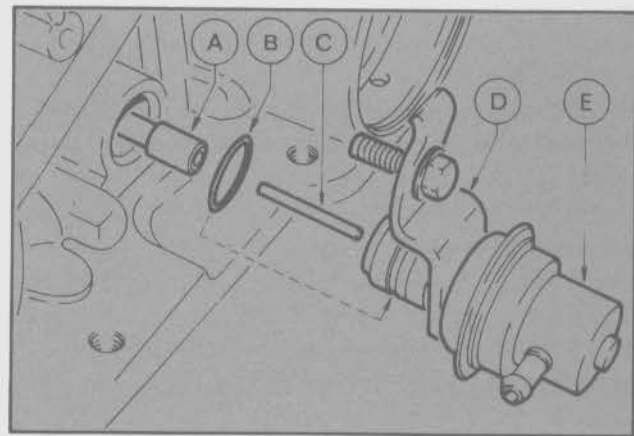

Fig. 120 - Sujeción de la unidad de vacío
- Desconectar el tubo de vacío de la unidad. Retirar el tornillo de sujeción del soporte de la unidad (Fig. 120.)
- Colocar un sello anular nuevo previamente lubricado en el alojamiento de la unidad de vacío. Instalar el perno de accionamiento y la unidad de vacío. Instalar el soporte y el tornillo de retención (Fig. 120).